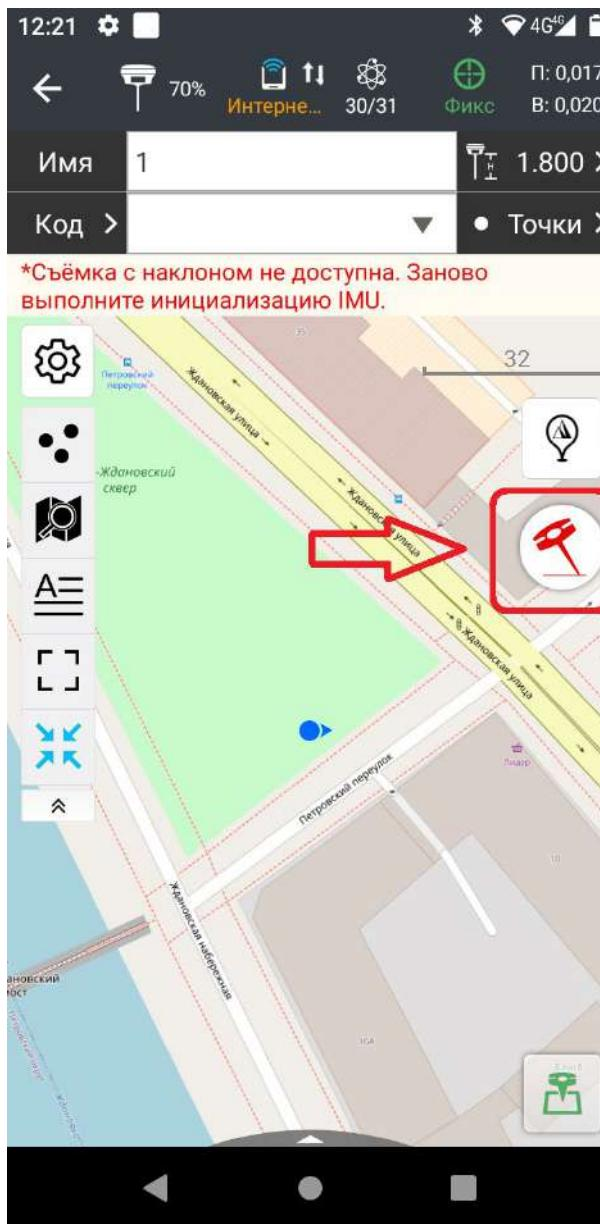

Рис. 2.67
3. Запускаем режим съемки **с наклоном** (Рис. 2.67) и инициализируем инерциальную систему **IMU**. (Рис. 2.68,2.69)